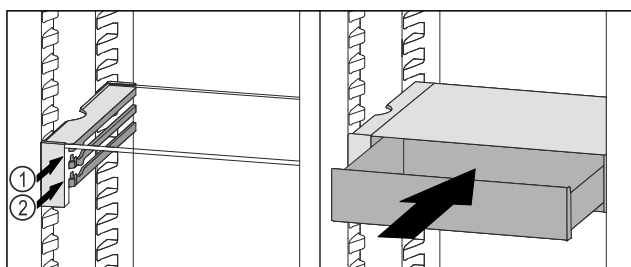

Fig. 107
- Nasaďte zásuvku VarioSafe za zářezky na požadovaném žebro Fig. 107 (1) nebo Fig. 107 (2).